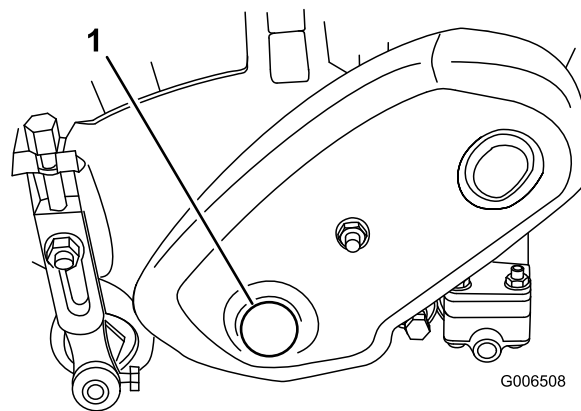

Figura 64
1. Togliete il tappo dal carter del comando del cilindro, a sinistra del gruppo cilindro (Figura 64)